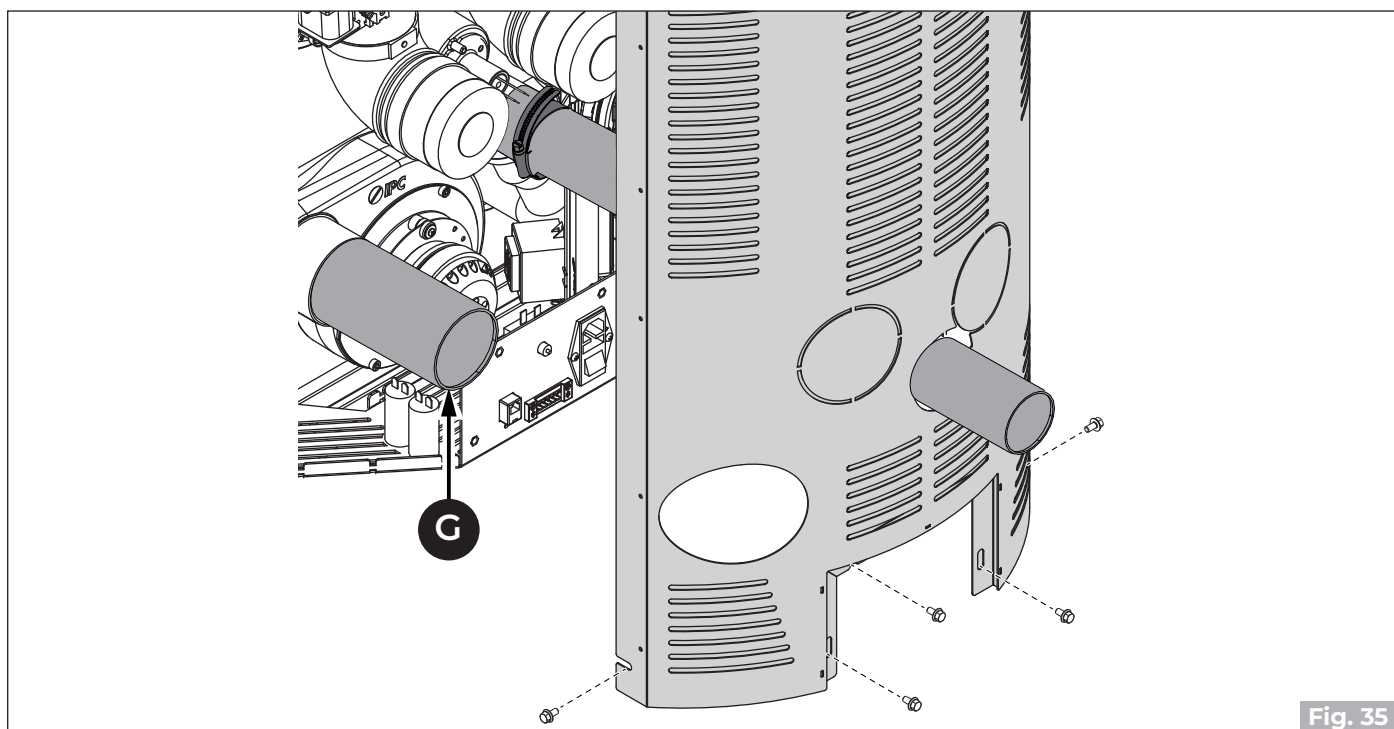

Fig. 35
- Raccorder le tube d'évacuation de la fumée **(G)** («Fig. 35»).